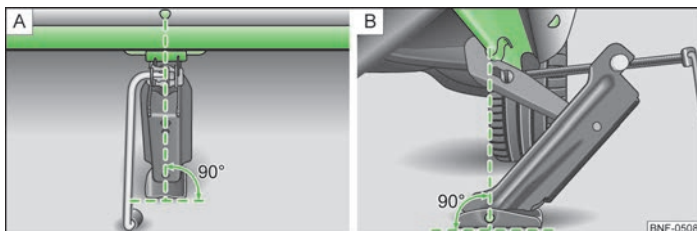

Fig. 113 Colocar el gato
- Fijar el gato de modo que la garra abarque el alma vertical » fig. 113 - debajo de la muesca en la superficie lateral del larguero inferior.
- Asegurarse de que la placa de base del gato esté con toda la superficie apoyada en un suelo recto y en vertical » fig. 113 respecto a la posición en la que la garra abarca el alma.